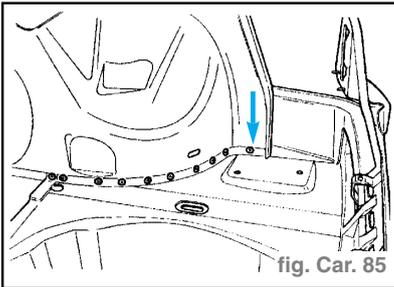

fig. Car. 85
- Liaison avec plancher latéral arrière (fig. Car. 85 et 86)